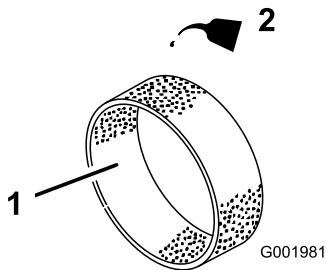

Bild 35
- Tragen Sie 30 ml bis 59 ml des Öls auf den Einsatz auf (Bild 35).